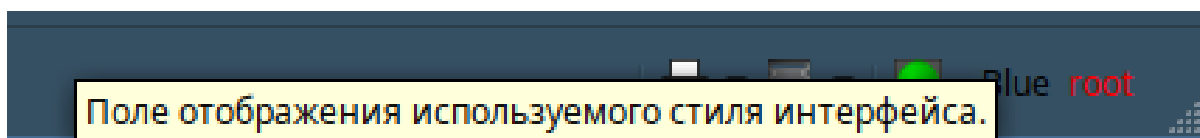

Рис. 21
3.2.3.4. Поле предназначено для отображения наименования используемого стиля интерфейса (рис. 21).